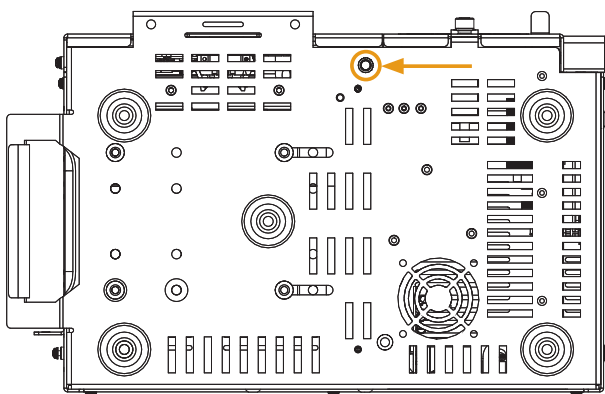

Figura 2-2, Ubicación de montaje del tornillo de seguridad
1. Localice la ubicación del montaje del tornillo de seguridad en la fuente de alimentación del XM3-HP (consulte la Figura 2-2).